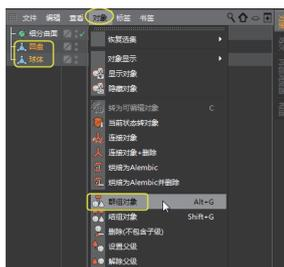

图 5-63
**13** 在对象管理器中将圆盘对象重命名为“镜框”，将球体对象重命名为“镜片”，然后将这两个子对象拖出“细分曲面”对象外，再执行对象管理器顶部的“对象”|“群组对象”命令，创建一个群组对象，如图 5-63 所示。